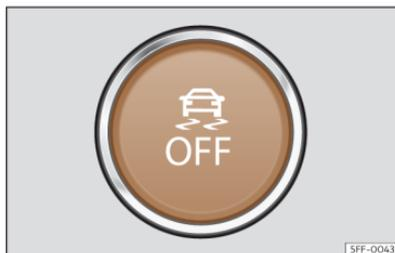

Abb. 119 Im unteren Bereich der Mittelkonsole: Taste zum Ein-/Ausschalten von ESC
- Zum Ein- und Ausschalten von TCS, kurz die Taste  in der Mittelkonsole drücken >>> (**Abb. 119**).
- Zum Ein- und Ausschalten von ESC im Modus „Sport“, kurz die Taste  in der Mittelkonsole drücken >>> (**Abb. 119**).
- Zum Ein- und Ausschalten von ESC, die Taste  in der Mittelkonsole länger drücken >>> (**Abb. 119**).